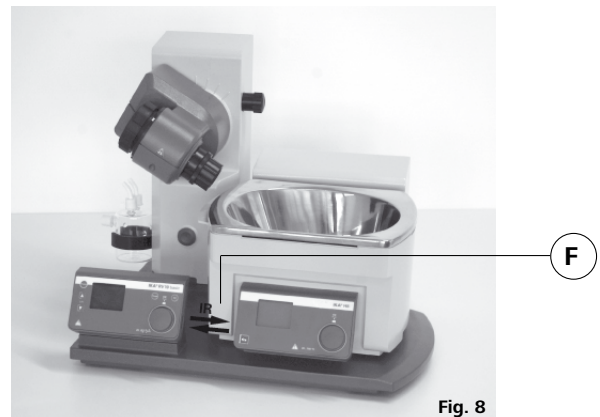

Fig. 8
- ☞ Placez le bain chauffant sur la surface d'appui de l'entraînement de rotation et poussez-le en position gauche (fig. 8).